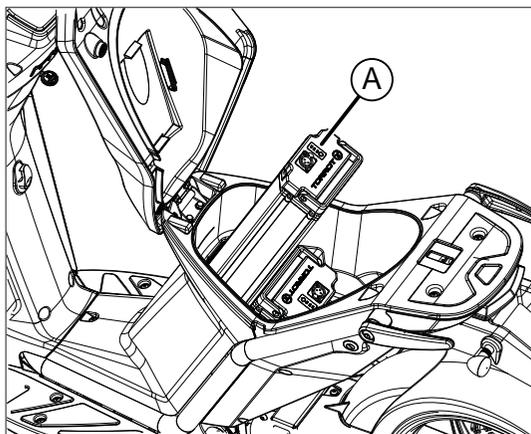

fig. 4
- Desserrer la sangle velcro et retirer la batterie de traction A du compartiment, fig. 4.